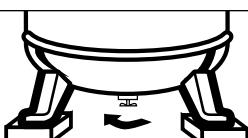

Figura 6 - Para abrir la llave de drenaje
1. Abra la llave de drenaje del tanque y deje que el compresor funcione durante 60 minutos (Vea la Figura 6).
| Drene el tanque (Vea la Figura 6) | ● | | | |